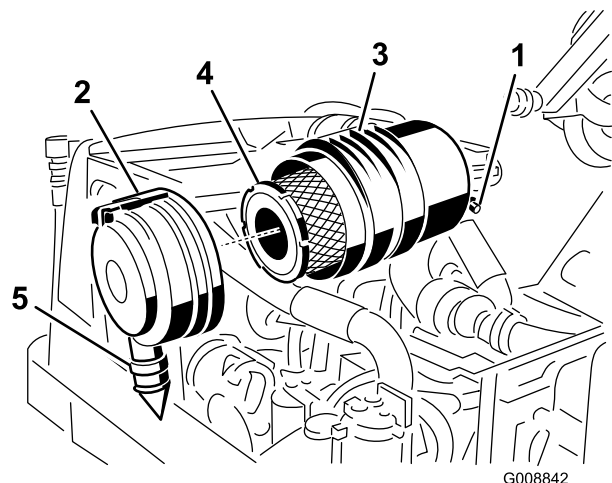

図 57
エアクリーナのフィルタの整備は、インジケータ (図 57) が赤色になってから行ってください。早めに整備を行っても意味がありません。むしろフィルタを外したときにエンジン内部に異物を入れてしまう危険が大きくなります。
1. ラッチを引いて外し、カバーを左にひねってボディーからはずす (図 57)。
2. 主フィルタを外す (図 57)。エレメントを洗って再使用しないこと。洗浄によってフィルタの濾紙を破損させる恐れがある。新しい
6. ゴム製のアウトレットバルブ（図 57）が下向き（後ろから見たとき、時計の5:00と7:00の間になるように）カバーを取り付ける。ラッチをしっかりと掛ける。